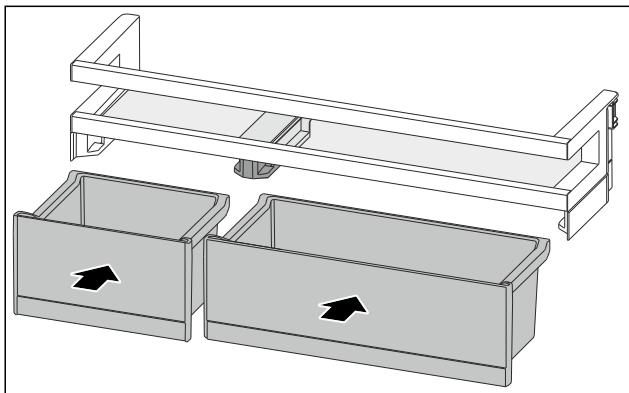

Fig. 91
- ▶ 排列互换后装入 VarioBox。 (参见 Fig. 91)